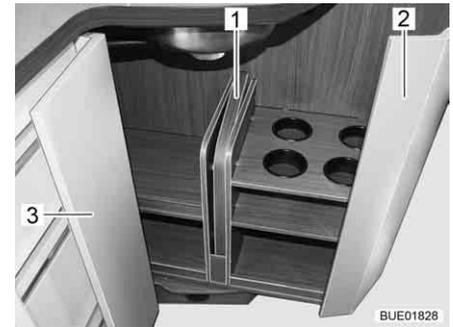

Fig. 133 Extension du plan de travail, rangée
- Retirer l'extension du plan de travail (Fig. 133,1) et la ranger dans la rallonge (Fig. 133,2).
- Fermer la porte (Fig. 133,3).